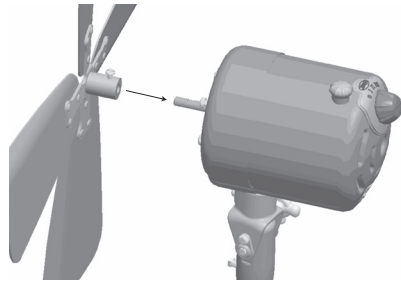

FIGURA 10
23. Deslice el manguito del conjunto del aspa sobre el eje del motor, asegurando que el tornillo de montaje de aspa se ubique en la parte plana del eje del motor. Vea la Figura 10. Apriete el tornillo de ajuste del conjunto del aspa de modo que asiente contra la parte plana del eje del motor. Suavemente tire del conjunto del aspa para asegurar que esté seguro en el eje del motor.
NOTA: Por fines de claridad, la rejilla posterior ha sido retirada de la Figura 10 para mostrar la instalación del manguito / eje del motor del conjunto del aspa.